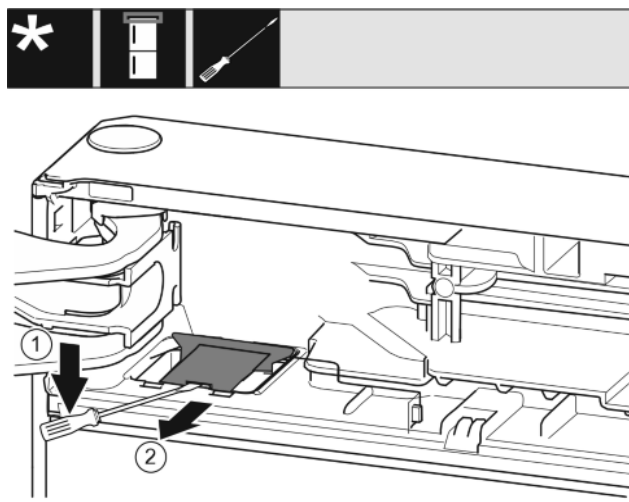

Fig. 8
- ▶ Ravnim odvijačem otkopčajte pokrov i potom ga podignite. *Fig. 8 (1)*
- ▶ Izvadite pokrov. *Fig. 8 (2)*